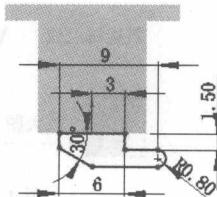

图 1.7 横断面草图
② 定义横断面草图。在草图环境中绘制图 1.7 所示的横断面草图。
③ 选择下拉菜单 **插入(I)** → **退出草图** 命令，退出草图环境，此时系统自动生成薄